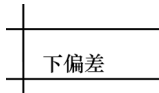

图 2
(1) 填写对话框。①标记：下偏差，提示：请输入下偏差，值：-0.005。②对正：默认左，文字样式：仿宋，文字高度：2.5。③模式。勾选：锁定位置。④插入点。勾选：在屏幕上指定。⑤点击确定，将拾取点插入图2所示位置。